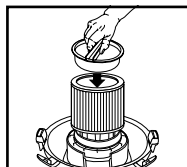

FIGURA 19
29. Coloque el retenedor del filtro dentro de la parte superior del filtro de cartucho. **FIGURA 19.**